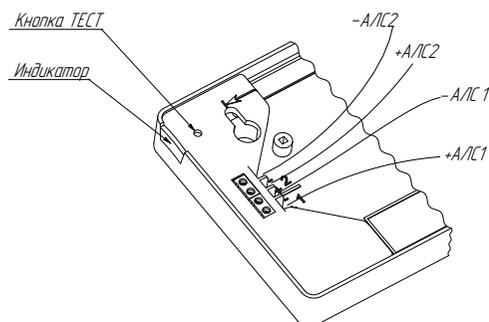

Рисунок 1
5.3 Для информации о состоянии оповещателя предусмотрен оптический индикатор (рисунок 1). Режимы индикации приведены в таблице 1.
5.6 Контроль работоспособности оповещателя осуществляется нажатием на встроенную кнопку ТЕСТ (рисунок 1) при помощи тонкого цилиндрического предмета, например, канцелярской скрепки или направлением луча оптического тестера ОТ-1 на оптический индикатор (луч следует направлять перпендикулярно плоскости установки извещателя). При контроле оповещатель переходит в состояние «Тест», при котором индикатор непрерывно горит. Состояние «Тест» удерживается оповещателем до получения команды «Снять тест», формируемой прибором. В журнале событий прибором регистрируются записи «Тест есть», а по команде «Снять тест» – «Тест нет».